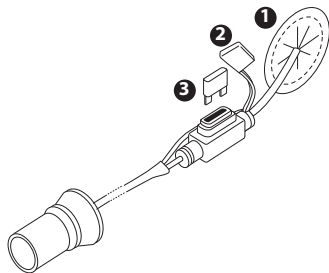

Рис. 2. Замена предохранителя аккумулятора
2. Извлеките держатель предохранителя. См. рис. 2.